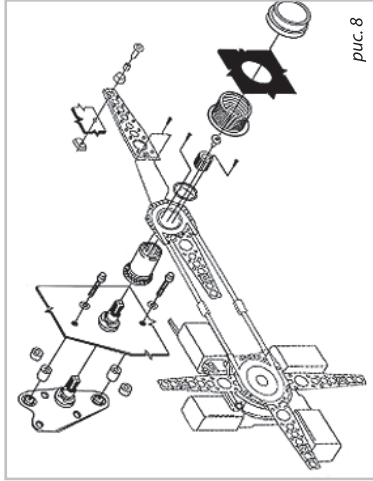

рис. 8
- В процессе установки ведущей шестерни или двигателя Вам может понадобится вспомогательный кронштейн (входит в комплект), который прикреплается к стеклоподъемнику с помощью болтов, входящих в комплект (рис. 8).
- Установите резиновые или металлические кольца в отверстия вспомогательного кронштейна перед установкой на панель двери автомобиля (рис. 8).